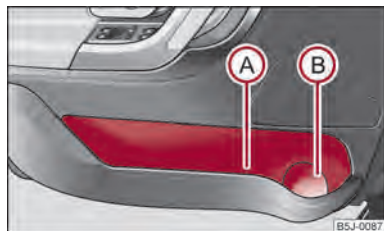

Fig. 74 Vano portaobjetos en el revestimiento de la puerta
A fin de no menoscabar el radio de acción del airbag lateral, utilice la zona (A) → fig. 74 del portaobjetos sólo para depositar en ella objetos que no sobresalgan.